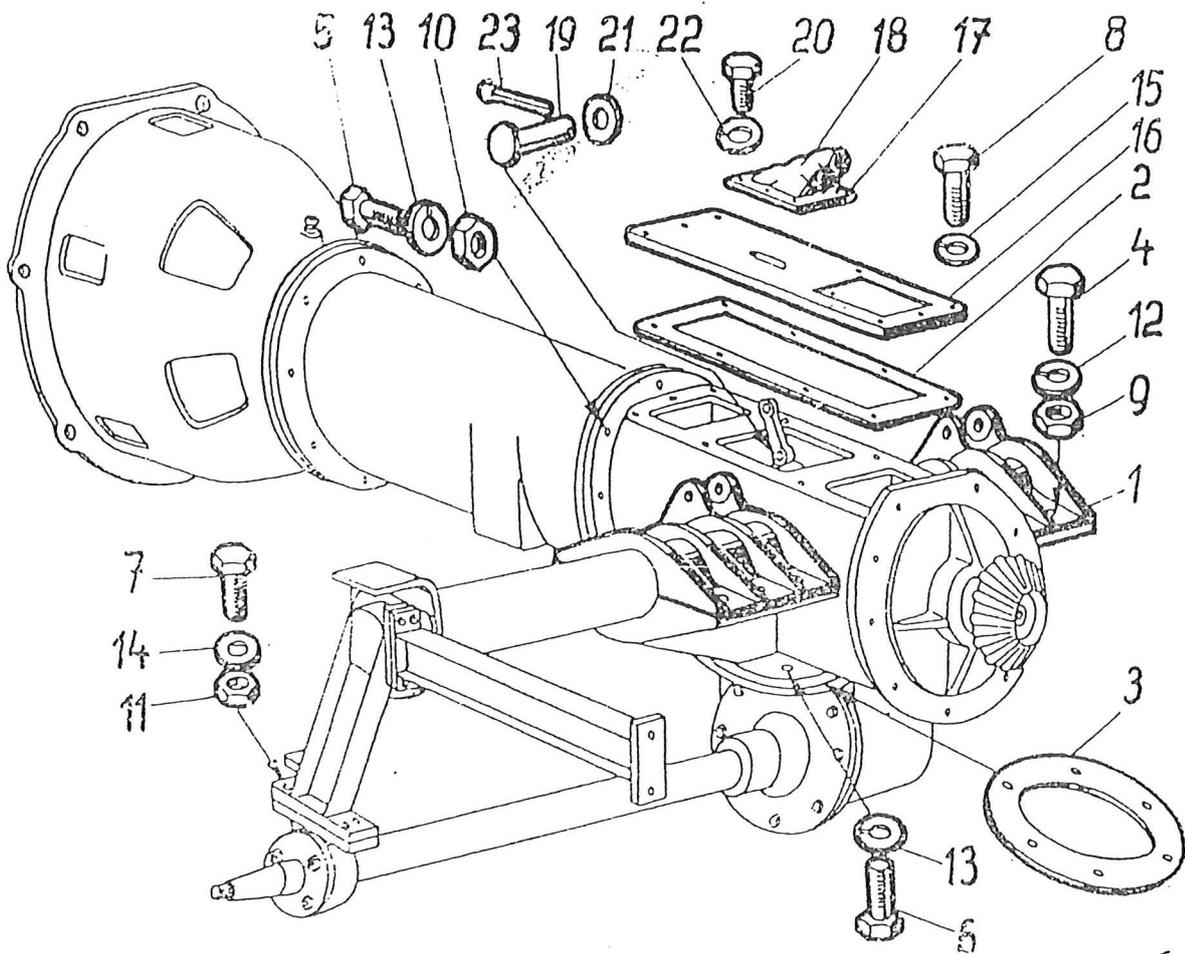

Bild 2: Vorderteil des Fahrgestells
- Bild 2: Vorderteil des Fahrgestells